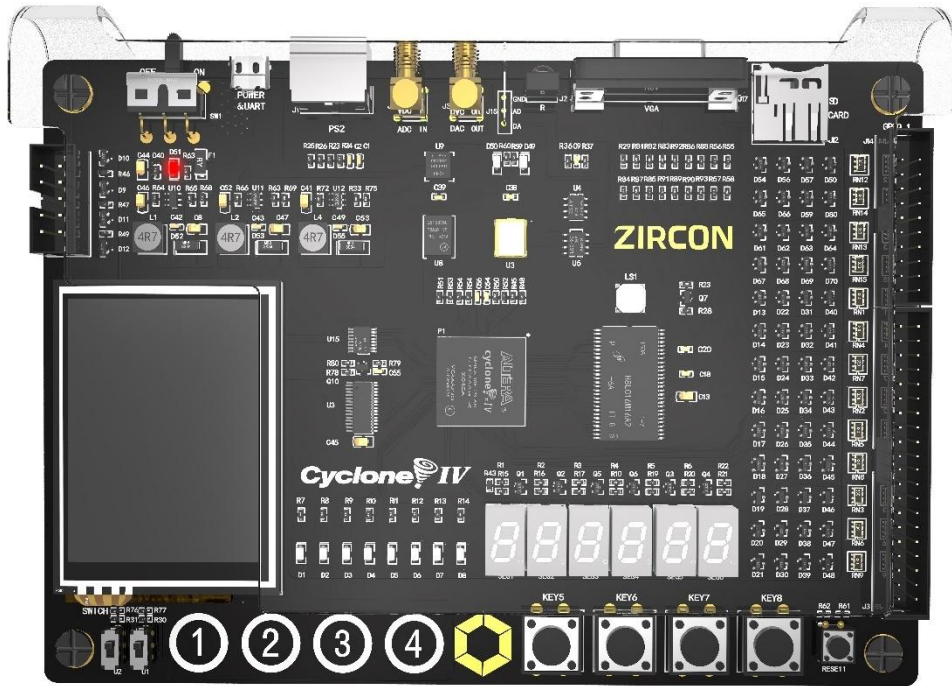

图 2.47 接通 A4 开发板电源示意图
- (1) 通过 USB-Blaster 下载器连接开发板和计算机,接通 A4 开发板电源,如图 2.47 所示;